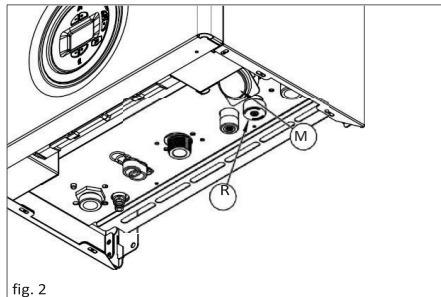
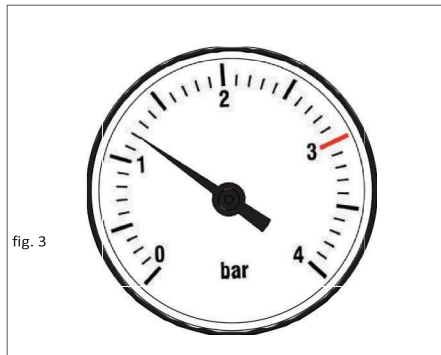

fig. 2
fig. 3
Para la colocación de la caldera, proceda como se indica a continuación (véase la fig. 2):
3. Abra el grifo de llenado "R" (fig. 2);
4. utilice el manómetro "M" (fig. 2) para asegurarse de que la presión del sistema alcanza 1,2 bar (fig. 3);
5. después de realizar esta operación, asegúrese de que el grifo de llenado "R" (fig. 2) esté bien cerrado.
7. Si después de realizar estas operaciones se produce una disminución de la presión del agua en el interior de la instalación, abra de nuevo la llave de llenado "R", hasta que el manómetro indique el valor de 1,2 bar (fig. 3).